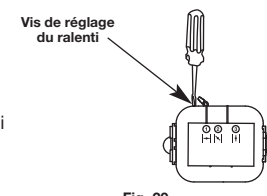

Fig. 20
Il est possible de régler la vitesse de ralenti de l'appareil. Une vis de réglage du ralenti se trouve entre le couvercle du filtre à air et le couvercle du moteur (Fig. 20).
2. Relâchez la manette des gaz et laissez tourner le moteur au ralenti. Si le moteur s'arrête, insérez un petit tournevis cruciforme entre le couvercle du filtre à air et le couvercle du moteur (Fig. 20). Tournez la vis de réglage du ralenti vers la droite, 1/8 de tour à la fois (si nécessaire), jusqu'à ce que le moteur tourne au ralenti de façon régulière.